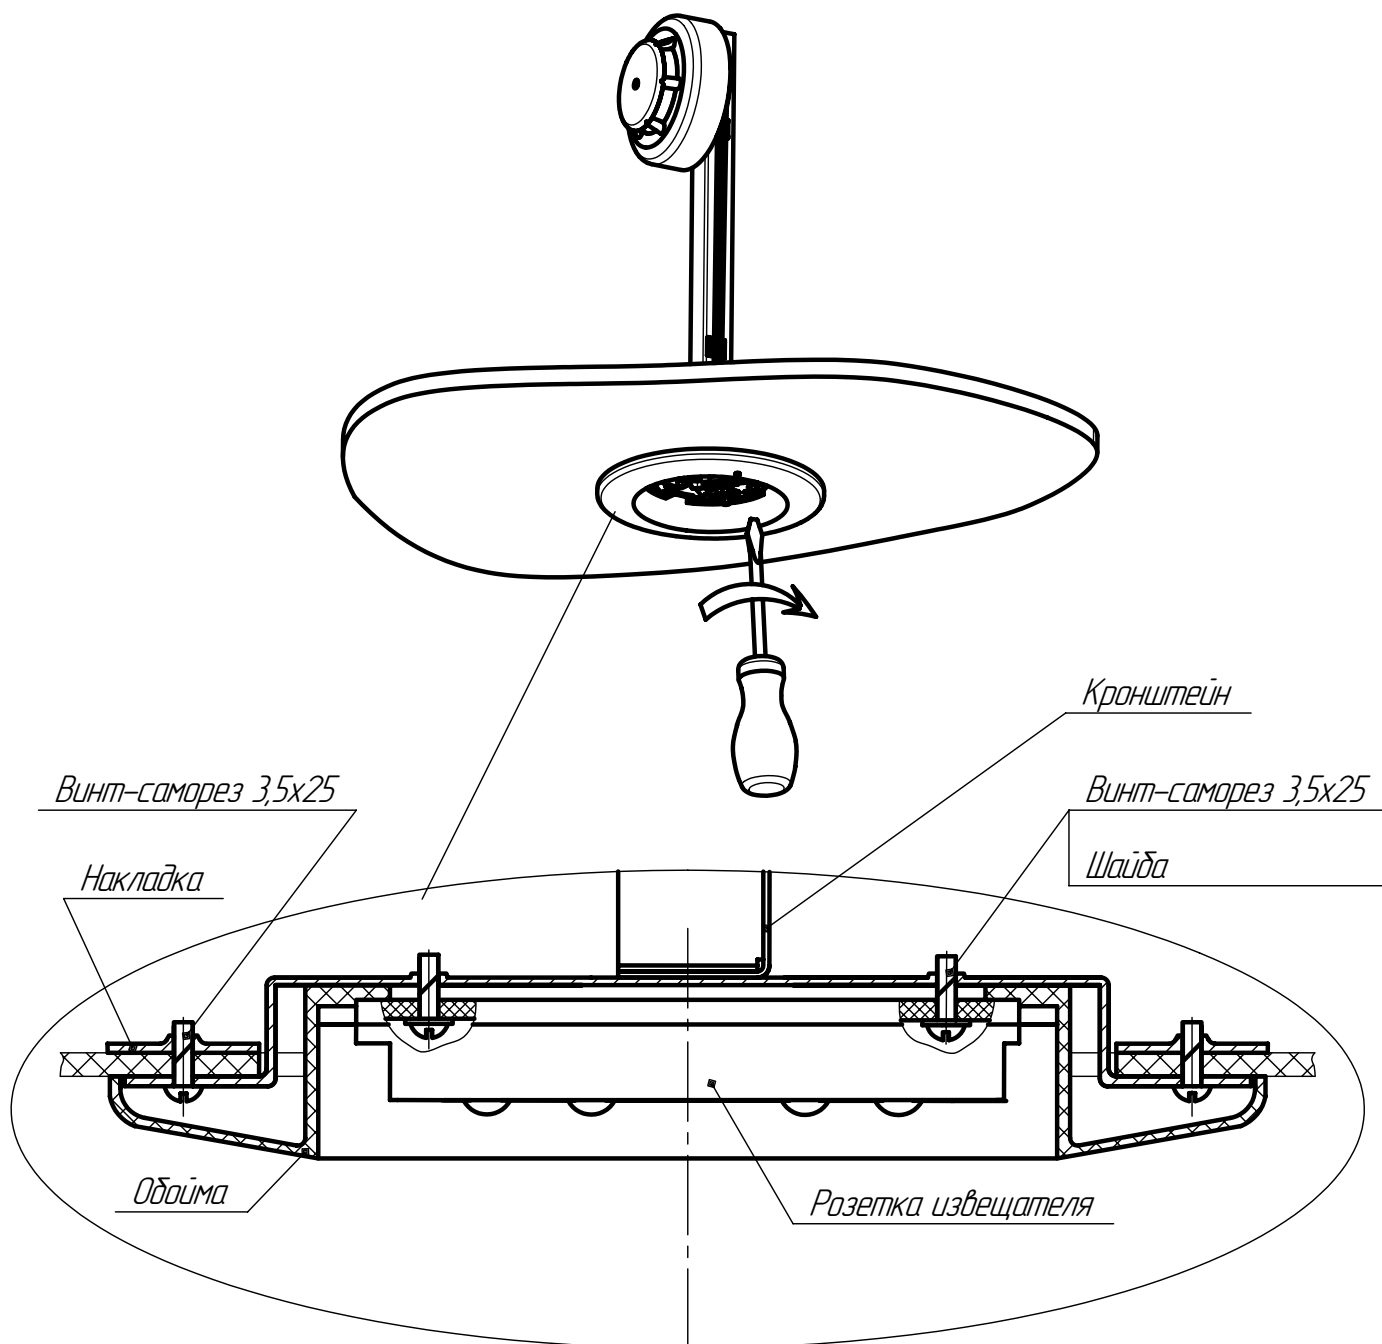

Рис. 6. Монтаж розетки извещателя с обоймой
6.2 Продеть розетку в пазы обоймы и закрепить розетку с обоймой на кронштейне винтами - саморезами 3,5x25 с шайбами согласно рис. 6.